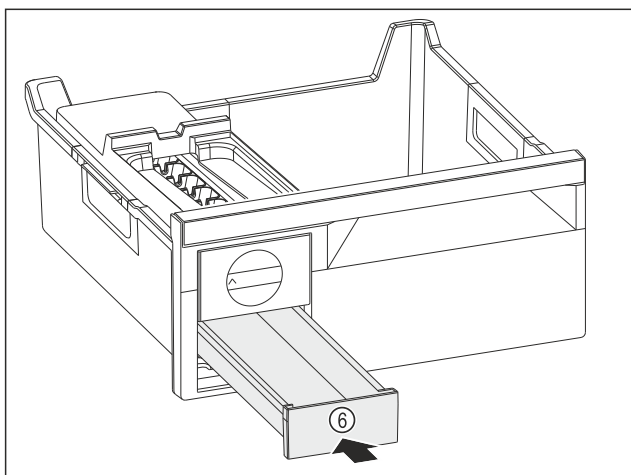

Fig. 83
- ▶ Вкарайте чекмеджето за ледени кубчета Fig. 83 (6).